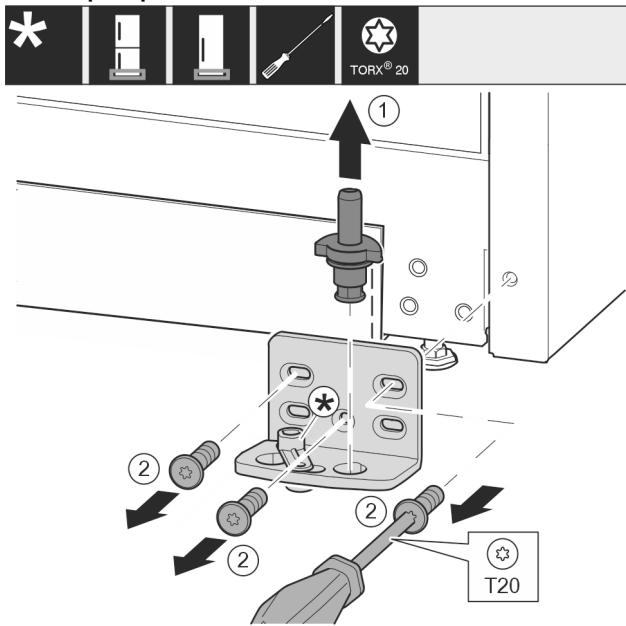

Fig. 9
- Опорний гвинт цілком витягніть рухом вгору. Fig. 9 (1)
- Викрутіть гвинти за допомогою викрутки T20 та зніміть опорний кронштейн. Fig. 9 (2)